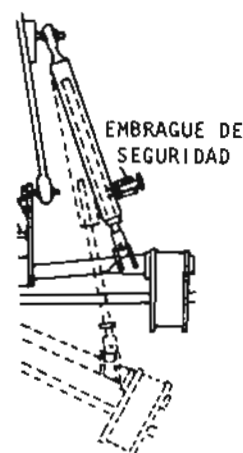

Fig. 3
- d Tensión del mecanismo de seguridad (fig. 3).